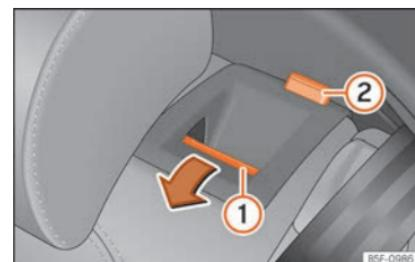

Fig. 112 Asiento trasero: abatir el respaldo.
- Pulse la tecla de desbloqueo »» **fig. 112 ①** hacia delante y, al mismo tiempo, abata el respaldo. El respaldo trasero está desbloqueado cuando se ve una marca roja en la tecla **②**.